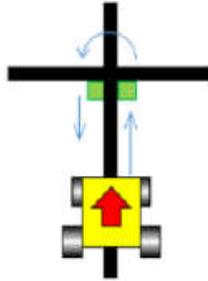
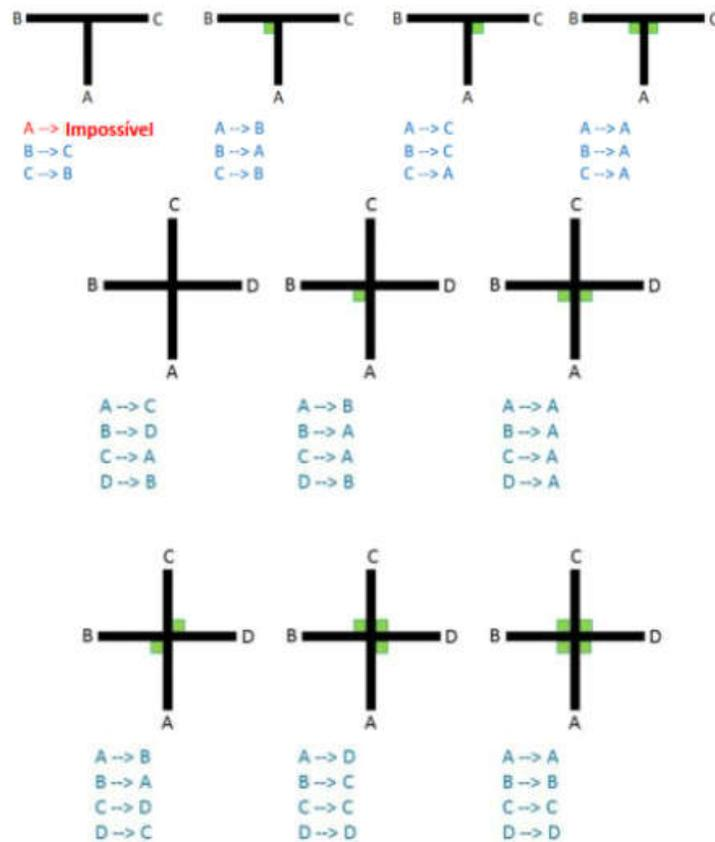

Figura 3: Exemplo de Beco Sem Saída e de movimento a ser realizado pelo robô
Figura 4: Possíveis formações de caminhos em possibilidades de cruzamentos.
- XV. Nos cruzamentos sinalizados pode haver a configuração de “Becos Sem Saída” (BSS). Ao detectá-los o robô deve dar meia volta e retornar pelo caminho que vinha percorrendo, considerando novas configurações de sinalização de trajetória. Um BSS é definido por duas fitas verdes de sinalização de direção em cruzamento, uma de cada lado, conforme é ilustrado na Figura 3 que também destaca o movimento que o robô deve realizar ao detectá-la, não importando se a curva é para a direita ou para a esquerda. Dadas as possibilidades de cruzamentos sinalizados e de BSS, a Figura 4 resume as possíveis formações de caminhos de um ponto a outro.